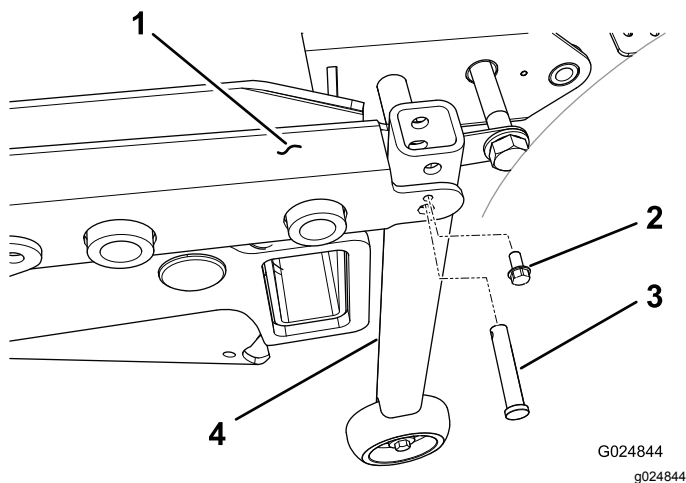

Figura 47
2. En máquinas con número de serie anterior al 312999999, monte un tubo de soporte vertical en cada esquina trasera del bastidor de la carcasa, con un pasador de horquilla y un tornillo autorroscante ($\frac{1}{4}$ ") (Figura 47)